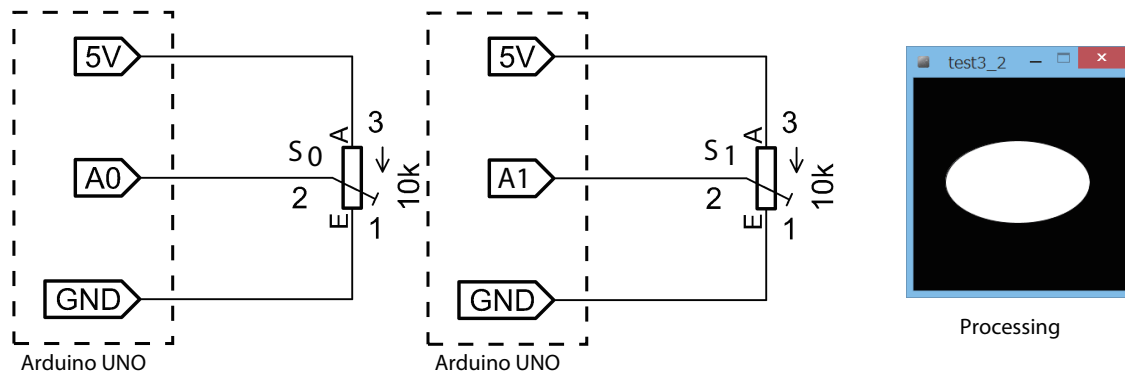

図 3.17: 2 つの半固定抵抗により変化する 2 点 S0 と S1 の電圧値を楕円の横幅と縦幅でリアルタイムに可視化。
- 図3.17に示す回路をArduinoとブレッドボードを用いて構成し、2つの半固定抵抗を回して変化する2点S0とS1の電圧値をArduinoのA0ポートとA1ポートで観測（要するに、先週のタスク1で抵抗を2つにした場合に相当）。
1. 図3.17に示す回路をArduinoとブレッドボードを用いて構成する。
- 図 3.17 に示す回路を Arduino とブレッドボードを用いて構成し，2つの半固定抵抗を回して変化する 2 点 S0 と S1 の電圧値を Arduino の A0 ポートと A1 ポートで観測。